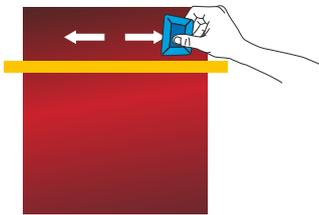

Abbildung 07
- › Die Verklebung der Folie mit einer Raker beginnen, die zuvor mit Filz bezogen wurde. Raker in einem Winkel von 45° halten und von der Mitte her in Richtung Ränder ziehen. (Abb. 07)